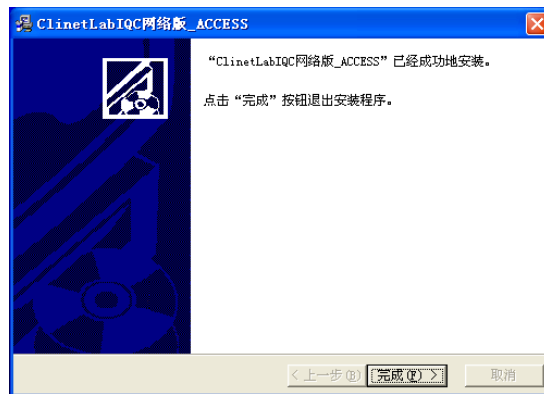

图 2-1-06 【完成安装】对话框
7. 此时，所有安装向导需要的信息都已经收集完毕了，系统将自动进行文件的拷贝,拷贝完成后,会出现如图 2-1-06 【完成安装】的对话框,点击【完成】按钮即可完成对软件的安装操作，请保留好您的安装光盘，以便在重新安装的过程中使用。